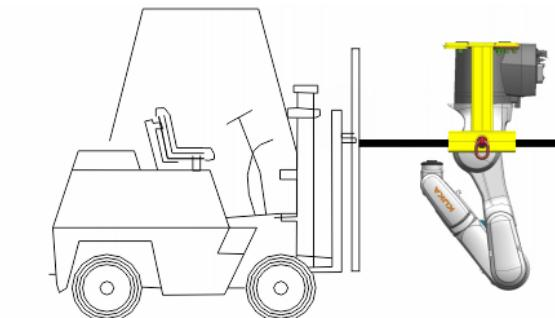

Abb. 7-17: Lastaufnahmemittel mit Gabelstapler aufnehmen
12. Lastaufnahmemittel mit Gabelstapler aufnehmen (>>> Abb. 7-17).